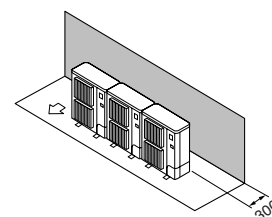

Fig. 2-8
- ① Enbart hinder på baksidan (Fig. 2-8)